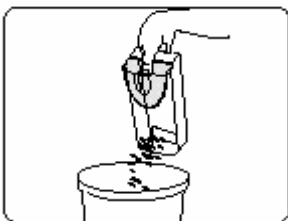

Fig. 7
2. Vaciar el contenedor. (Fig. 7) Si se desea, se puede lavar con agua; pero secarlo completamente antes de reinstalarlo en el barredor.